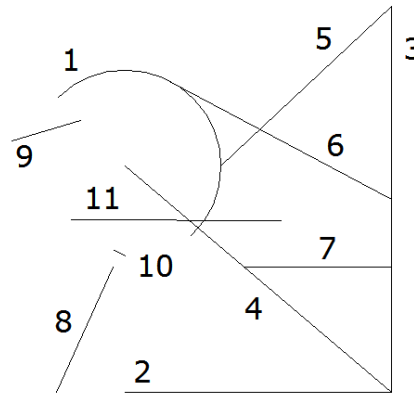

Рис. 2.21. Ескіз до прикладу 2.3
**Приклад 2.3.** Намалювати фігуру згідно рис. 2.21 із застосуванням об'єктних прив'язок механічної версії.